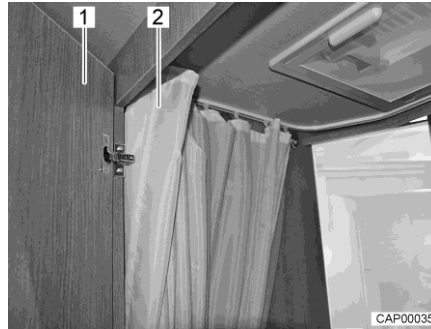

Fig. 69 Cabinet de toilette avec douche
- Pour se doucher, fermer la porte (Fig. 69,1) et fermer entièrement le rideau de douche (Fig. 69,2) de manière à protéger toutes les parois.